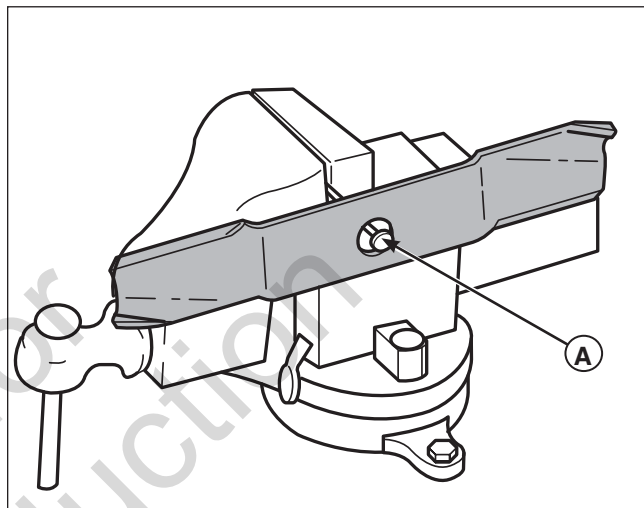

Figura 31. Equilibrio de las cuchillas del cortacésped
2. Consulte la Figura 31. Ponga las cuchillas del cortacésped en una punta en un tornillo de banco y gírelas a la posición horizontal.